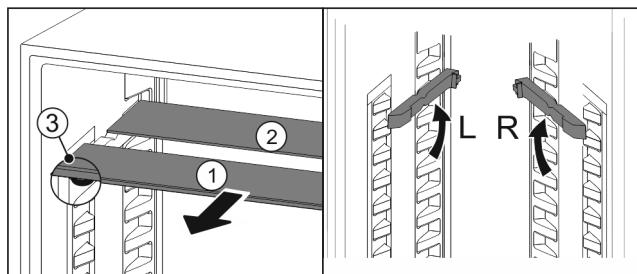

Fig. 140
► Издърпайте Fig. 140 (1) поотделно стъклените площи напред.
- ▶ Стъклената плоча Fig. 140 (1) с декоративната лайстна е отпред.
- ▶ Ограничителите Fig. 140 (3) сочат надолу.